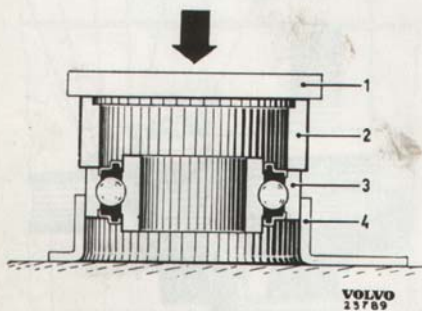

Bild 4. Montering av stödlager.
2. Lossa ev. dragfjäder. Drag ut hållare med stödlager (7) bakåt. Pressa stödlagret ur hållaren med en lämplig dorn. Pressa det nya lagret i hållaren med hjälp av ring SVO 4081, se bild 4. Är pressdornens diameter mindre än hålet i ringen lägges en platta (1, bild 4) ovanpå ringen.